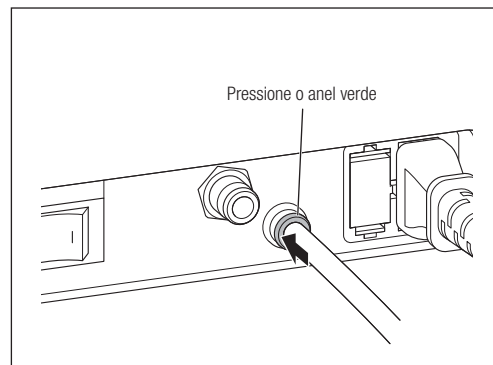

Fig. 11
- 4) Para retirar o tubo de água do conector do tubo de água, puxe o tubo de água enquanto pressiona o anel verde na direção da unidade de controle (Fig. 11).